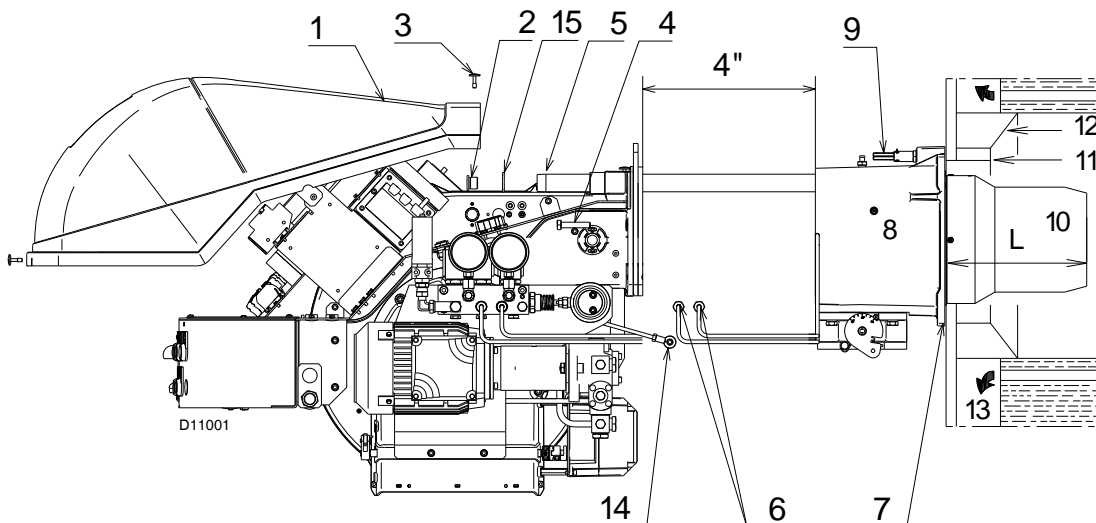
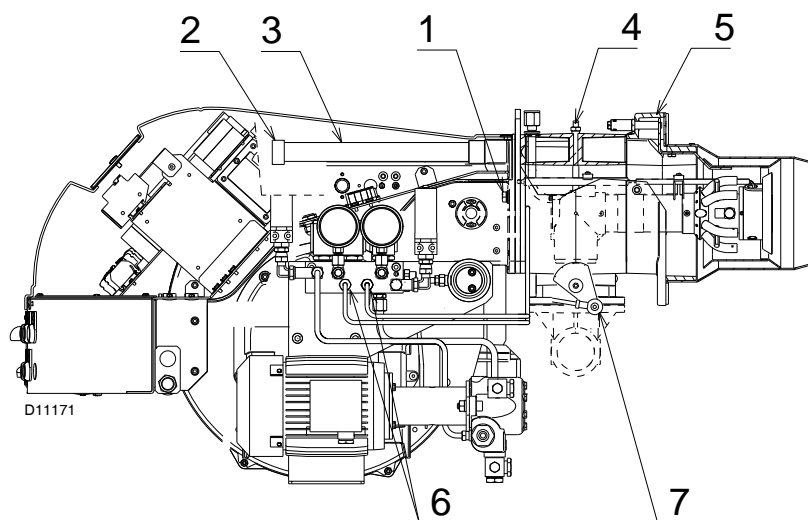

Fig. 11
Fig. 20
Ce revêtement protecteur ne doit pas compromettre l'extraction de la buse. Pour ce qui est des chaudières avec la partie avant refroidie à l'eau, l'isolation 11)-12) (Fig. 11) n'est pas nécessaire sauf si requise par le fabricant de la chaudière.
Détacher la tête de combustion du brûleur (Fig. 11):
- Remonter le brûleur sur les glissières 3 (Fig. 20) à environ 4 po du manchon 4, le brûleur placé comme illustré sur la (Fig. 11, page 18). Insérer les câbles de l'électrode d'allumage.
- Glisser le brûleur jusqu'au manchon pour le placer comme illustré dans la Fig. 20.
- Replacer les vis 2) (Fig. 20) sur les glissières 3) et sur la plaque de sécurité 15) (Fig. 11, page 18).
- Rebrancher les tubes de fioul en vissant les deux connecteurs 6) (Fig. 11, page 18).